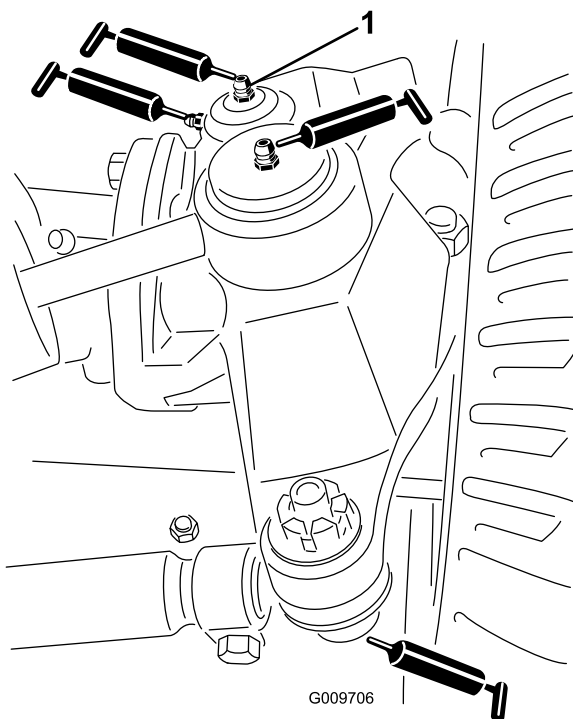

Figura 23
- Rótulas do cilindro de direcção (2) (Figura 23)
- Rótulas esféricas da barra de ligação (2) (Figura 23)
- Buchas do pino principal (2) (Figura 23) **O bocal superior do pino principal apenas deverá ser lubrificado uma vez por ano (2 bombas).**